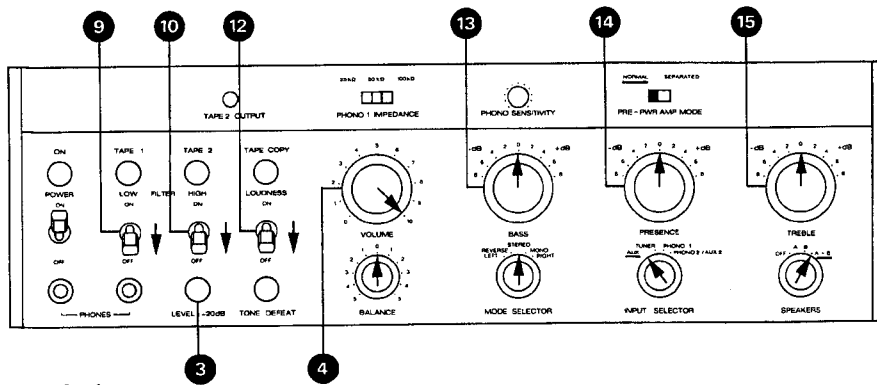

Fig. 5.2.-1
- Bedienungselemente gemäß Fig. 5.2.-1 einstellen.
- Klirrfaktor-Messgerät an Ausgang SPEAKERS A (43) oder B (42) anschliessen.
- NF-Generator an Eingang AUX 1 (32) anschliessen.
- Mit Regler VOLUME (4) den Ausgangspegel um 30 dB absenken und den Klirrfaktor messen.
- Adjust all operating controls as per fig. 5.2.-1.
- Connect distortion meter to output SPEAKER A (43) or B (42).
- Connect audio generator to input AUX 1 (32).
- Reduce the setting of the VOLUME CONTROL (4) to obtain an output level reduction of 30 dB. Measure distortion at the reduced level.
- Réglez les éléments de commande selon fig. 5.2.-1.
- Branchez le distorsiomètre à la sortie SPEAKERS A (43) ou B (42).
- Branchez le générateur BF à l'entrée AUX 1 (32).
- Abaissez le niveau de sortie de 30 dB à l'aide du réglage de VOLUME (4) et mesurez le taux de distorsion.
- Bedienungselemente gemäss Fig. 5.2.-1 einstellen.
- Voltmeter an Ausgang SPEAKERS A (43) oder B (42) anschliessen.
- Connect audio voltmeter to output SPEAKERS A (43) or B (42).
- Branchez le voltmètre à la sortie SPEAKERS A (43) ou B (42).
- Branchez le générateur à l'entrée AUX 1 (32).
- Voltmeter an linken Ausgang SPEAKERS A (43) oder B (42) anschliessen.
- NF-Generator an linken Eingang AUX 1 (32) anschliessen.
- NF-Generator auf rechten Eingang AUX 1 (32) umstecken. Linken Eingang AUX 1 (32) mit 10 kOhm abschliessen.
- Connect audio voltmeter to the left channel output SPEAKERS A (43) or B (42).
- Connect audio generator to the left channel input AUX 1 (32).